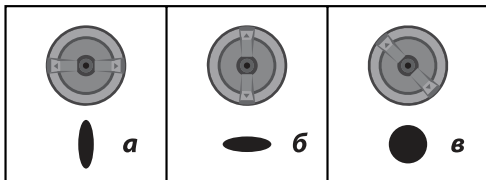

Рис. 3
**а)** горизонтально - для формирования вертикального факела при окраске вправо-влево (Рис. 3а);
**б)** вертикально - для формирования горизонтального факела при окраске вверх-вниз (Рис. 3б);
**в)** под углом 45° - для формирования круглого факела при окраске углов, ребер и труднодоступных поверхностей (Рис. 3в).